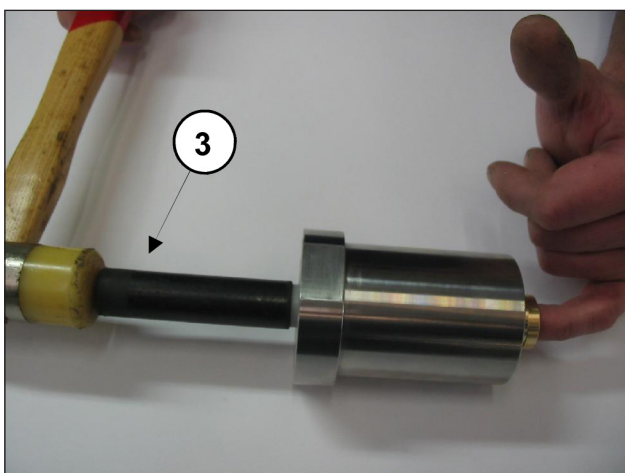
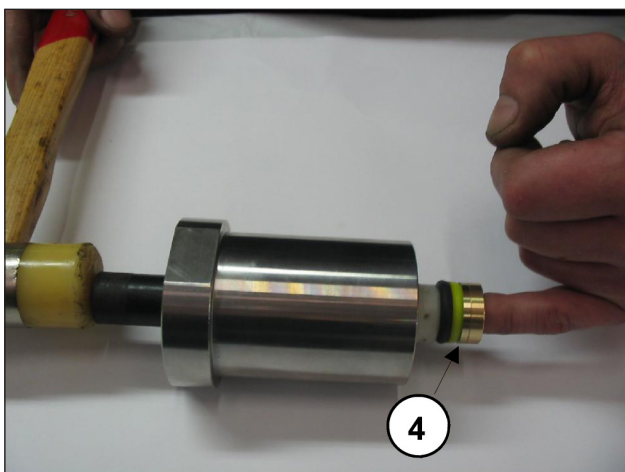

Fig. 34
Fig. 35
- Con la camisa desmontada del soporte de juntas y utilizando una clavija de plástico ③ como se indica en la Fig. 34, extraer el paquete HP (alta presión) ④ como se indica en la Fig. 35.